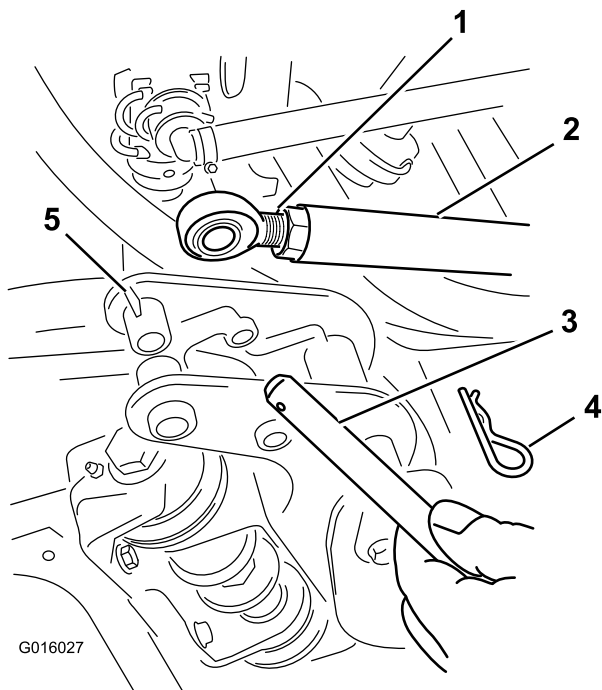

図 4
2. 各ブームから、ヘアピンコッターを抜き取り、ブームピボットピンのハウジングからロッドを外す図 4。